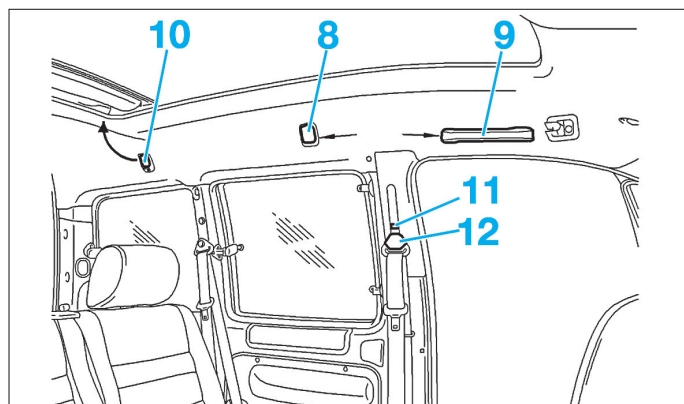

FIG. 58
- Soulever les cache (8), (9) et (10) (Fig.58).
- le doigt (11) et le cache (12),